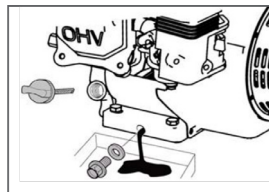

рис.9
1. Установите вибротрамбовку на ровной горизонтальной поверхности. 2. Наклоните вибротрамбовку назад примерно на 15°, так чтобы двигатель принял горизонтальное положение. 3. Очистите от загрязнений зону вокруг маслозаливной горловины. Извлеките щуп из маслозаливной горловины и протрите его чистой ветошью. 4. Выкрутите болт отверстия для слива масла и слейте отработанное масло в подготовленную для этого емкость (рис.9). 5. Закрутите болт отверстия для слива масла. 6. Залейте рекомендованное масло до необходимого уровня. 7. Закрутите крышку-щуп маслозаливной горловины. 8. Установите вибротрамбовку в рабочее положение.